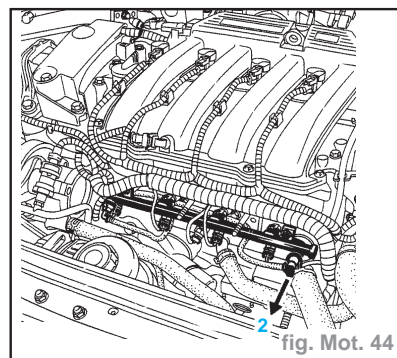

fig. Mot. 44
- Débrancher le conduit de retour de carburant (2) situé sur la rampe d'injection et le positionner afin de le faire débiter dans une éprouvette graduée (fig. Mot. 44).